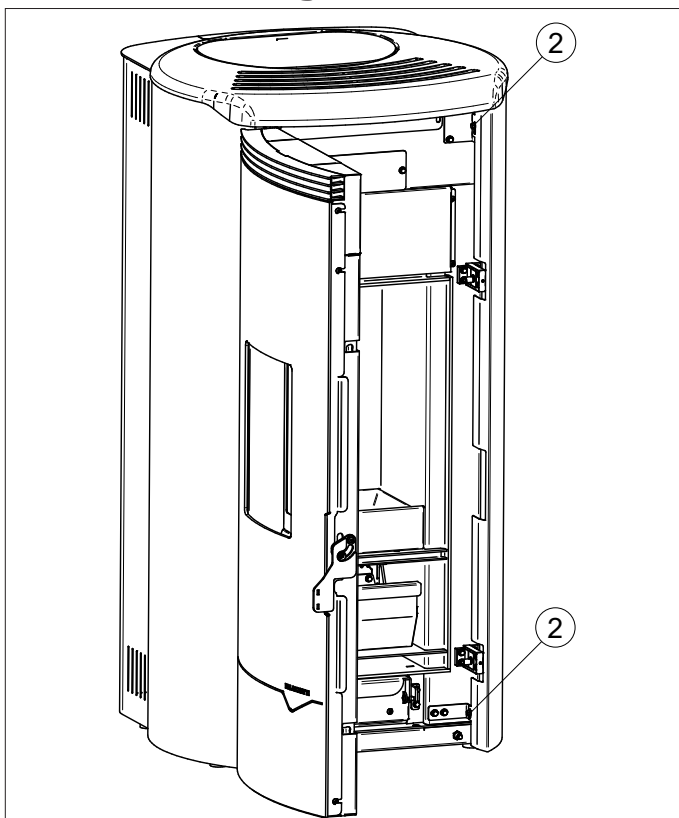

Fig. 6.3b
- Dévisser les deux vis avant (2), desserrer les quatre vis arrière de fixation de la joue latérale droite (3) et l'extraire (**Fig. 6.3b - 6.3c**).